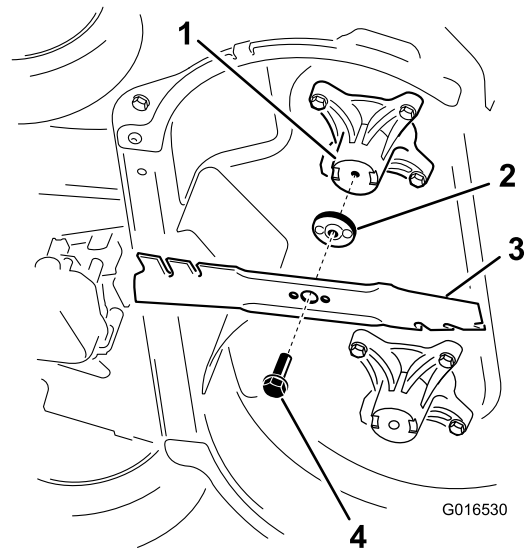

Bild 42
2. Entfernen Sie jedes Messer, siehe Bild 42.
1. Montieren Sie das erste Messer so, dass es horizontal ist, und alle Befestigungen, wie in Bild 42 dargestellt.